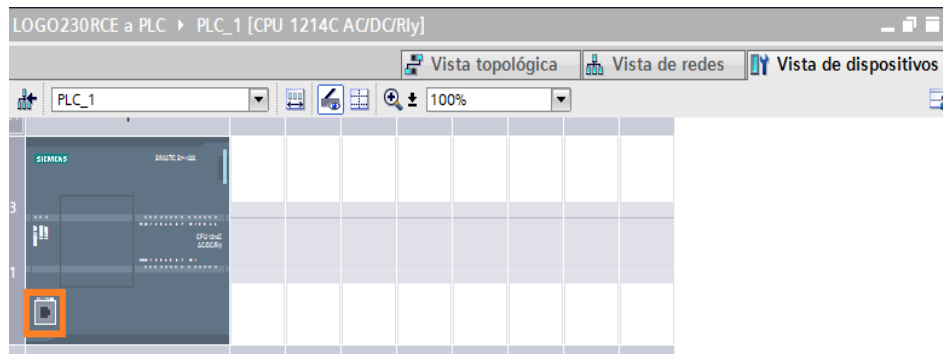

Figura 60: Interfaz profinet.
7. En la siguiente ventana que se muestra a continuación en la opción vista de dispositivos Figura 60, configurar la interfaz profinet donde indica el cuadro naranja.